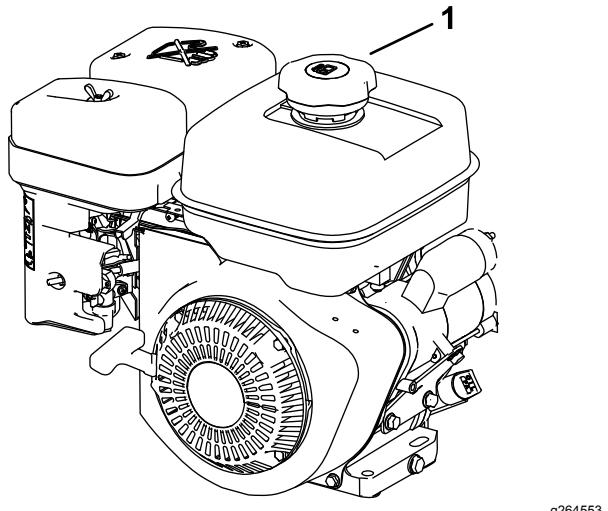

Figura 8
3. Pulite intorno al tappo del serbatoio carburante e toglietelo.Figura 8
4. Riempite il serbatoio con il carburante (Figura 8) fino a 6 - 13 mm dall'estremità superiore del serbatoio. **Non riempite fino al collo del bocchettone del serbatoio.**